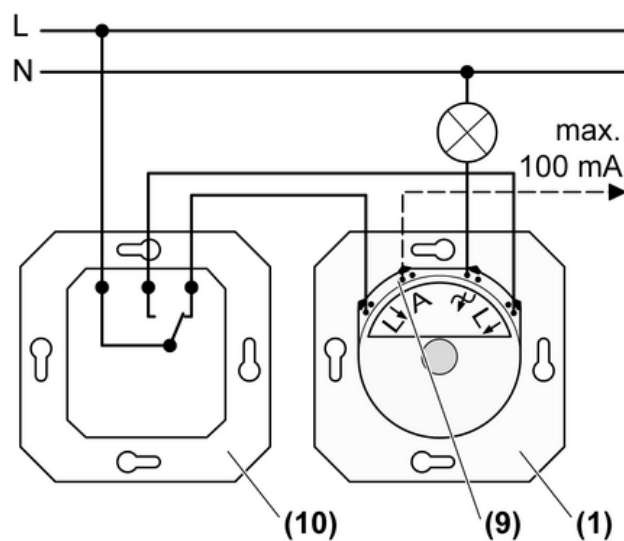

Bild 3: Wechselschaltung
- (1) Dimmer
- (9) Steuerausgang **A**
(10) Wechselschalter
- Dimmer (1) und Wechselschalter (10) gemäß Anschlussplan anschließen (Bild 3).